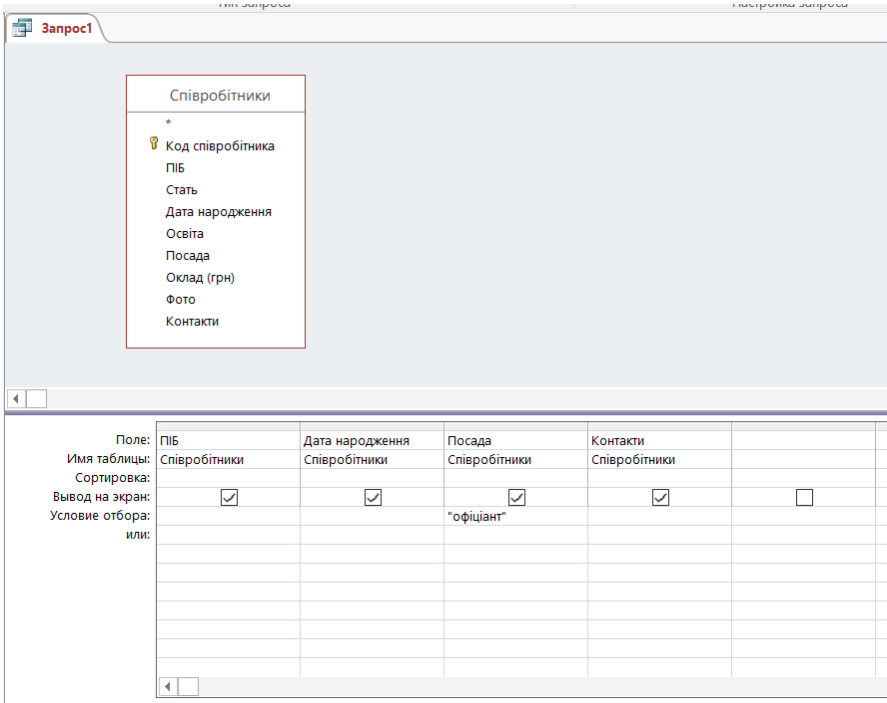

Рис. 24.2. «Конструктор запитів» для обраної таблиці
- натиснути кнопку **Додати**, після чого в верхній частині вікна **Конструктора запитів** з'явиться зображення вибраної таблиці (рис. 24.2).